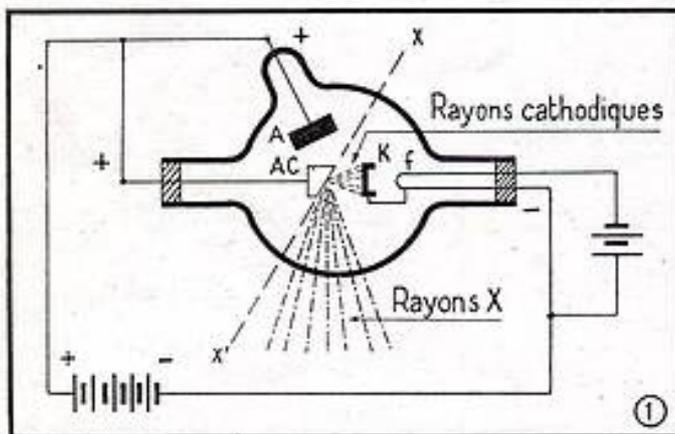

Fig. 1. — Rappel du dispositif classique de production des rayons X.
Dans une ampoule de verre, on dispose trois électrodes (fig. 1) : une cathode (K) chauffée par un filament (F), une anode (A) portée à un potentiel positif de plusieurs dizaines (et même centaines) de kilovolts, et enfin, une pièce (AC) appelée anticathode.
Le verre, créant un obstacle au même titre que la pièce (AC) de la figure 1, serait susceptible, si le potentiel de l'anode était supérieur à 15 kV environ, d'entraîner le rayonnement indésirable. Toutefois, si cette éventualité se produit, c'est en arrière de l'écran que le rayon X